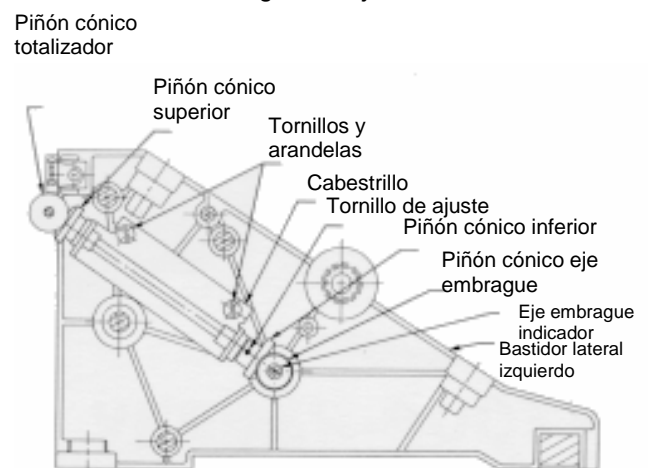

Figura 29. Interior placa izquierda del indicador
- Si es necesario, montar un nuevo cabestrillo en el interior del bastidor izquierdo y fijar dos tornillos y arandelas. Ver Figura 29.
5. Ajuste del engranaje para el totalizador. Ver Figura 29.